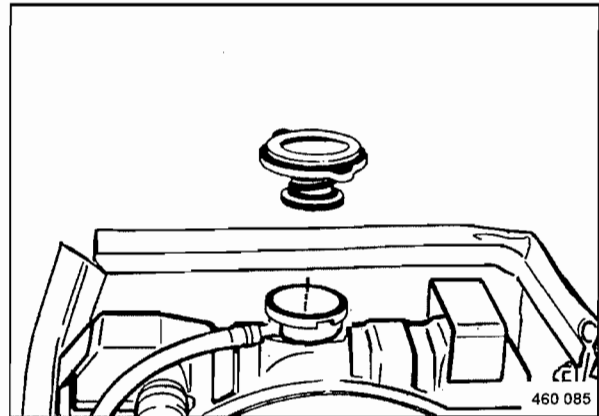

Fig. 123
- Retirar el tapón del radiador (Fig. 123).